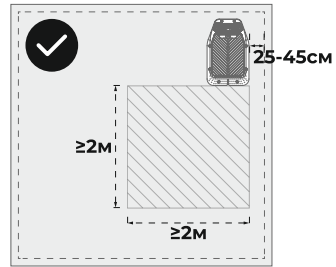

Рис. 13
2) Зарядную станцию можно разместить в углу газона. Зарядная станция должна находиться на расстоянии 25-45 см от границы участка. Расстояние от задней части зарядной станции до границы должно быть не менее 2 м (рис. 13).